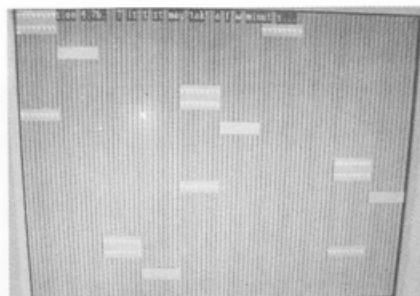

图 5-12 测试中
(4) 选择 6, 测试 6600 系列显卡(这里设置了只测试 10%), 如图 5-12 所示。